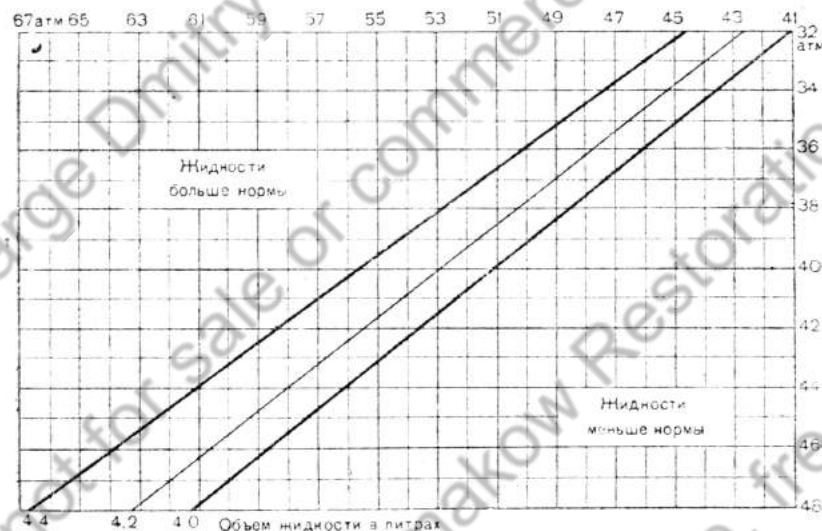

Рис. 62. График определения количества жидкости в накатнике
10. По полученным двум величинам давления определить по графику (рис. 62), укрепленному на предохранительном щитке, количество жидкости в накатнике. Отыскать на графике точку пересечения горизонтальной (начальное давление) и вертикальной линий (давление после оттягивания штока). Если точка пересечения этих линий окажется на средней (тонкой) линии или между жирными линиями, то количество жидкости в накатнике нормальное (от 4 л до 4,4 л). Если же точка пересечения выше верхней жирной линии, то жидкости в накатнике больше нормального, и её нужно слить; если точка пересечения ниже нижней жирной линии, то количество жидкости в накатнике меньше нормального, и её надо добавить.